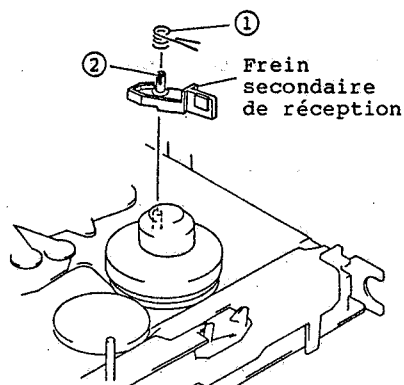

Fig. 2-72
1. Retirer le ressort placé entre le châssis et le frein secondaire de réception. (Se reporter à la figure 2-72)
2. Libérer un (1) segment de fixation et dégager le frein secondaire de réception du châssis.